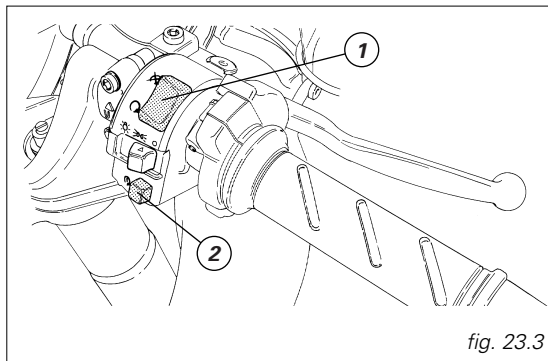

fig. 23.3
3) Accertarsi che l'interruttore d'arresto (1, fig. 23.3) sia nella posizione  (RUN), premere quindi il pulsante avviamento (2).